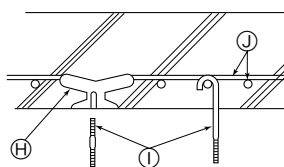

Fig. 2-5
#### ② Estructuras de hormigón armado (Fig. 2-5)